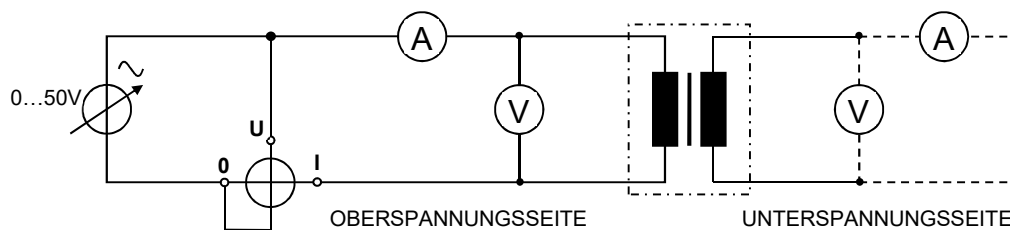

Bild 2.1. Leerlauf- und Kurzschlussversuch bei einem Wechselstromtransformator
- Man baue die Schaltung entsprechend Bild 2.1 auf und lasse den Aufbau der Schaltung durch die Aufsicht überprüfen.